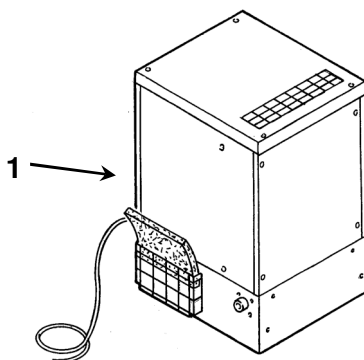

FIG. 17A
- Curățați panoul filtrant Ref. 1 (Fig. 17A) cu jet de aer și spălați-l cu apă; **nu utilizați solvenți.**